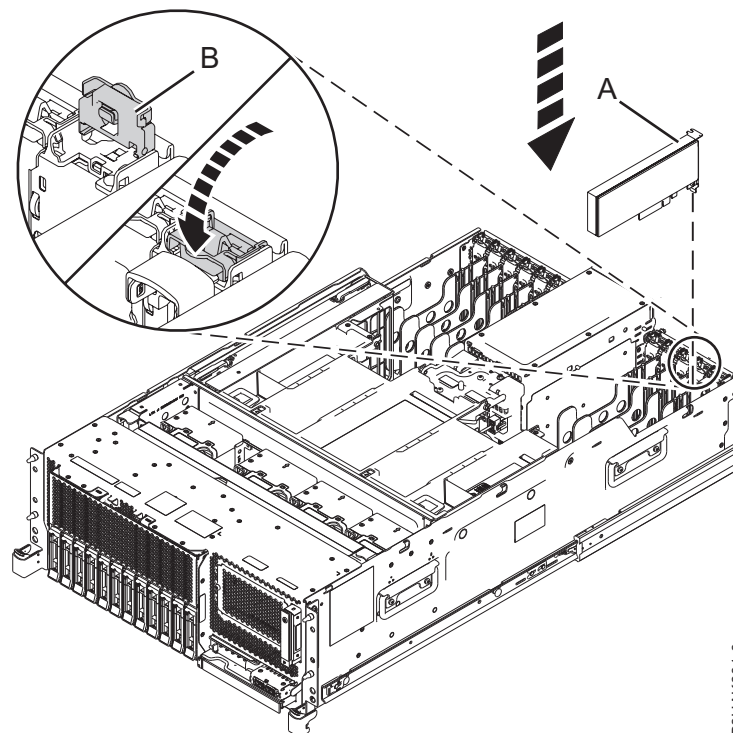
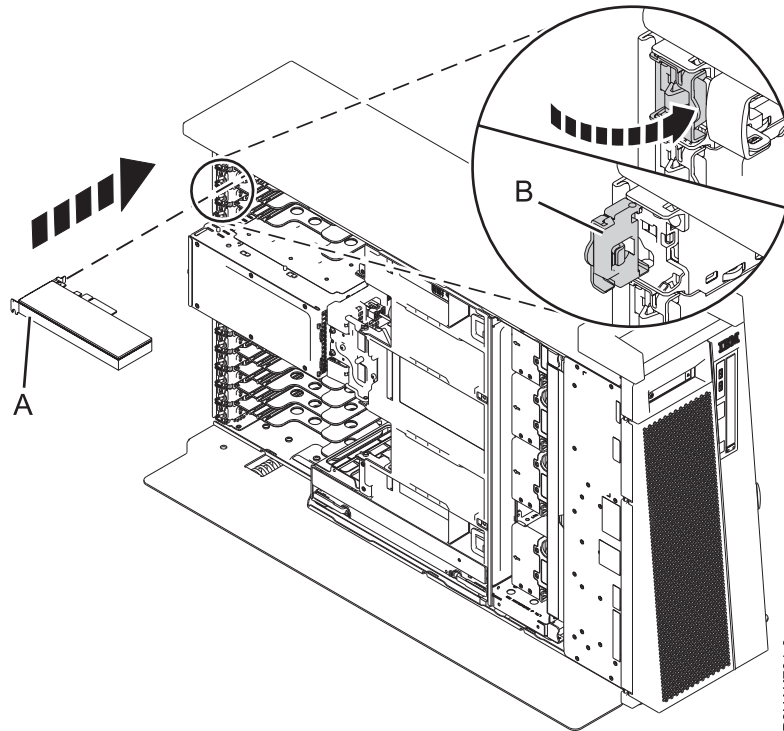

Abbildung 54. PCIe-Adapter in einem Einschubsystem installieren oder austauschen
Abbildung 55. PCIe-Adapter in einem eigenständiges System vom Typ 8286-41A installieren oder austauschen
7. Wenn die Adaptersicherung (**B**) des Zielsteckplatzes nicht bereits geöffnet ist, ziehen Sie die Adaptersicherung in die geöffnete Position, indem Sie sie von ihrem Clip an der Systemrückseite nach außen drehen - siehe Darstellung in Abb. 54 und Abb. 55 auf Seite 62.
8. Fassen Sie den Adapter vorsichtig an der Oberkante oder am Haltesteg an und richten Sie den Adapter an dem Steckplatz und dem zugehörigen Anschluss an der Systemrückwandplatine (**A**) aus, siehe Darstellung in Abb. 54 und Abb. 55 auf Seite 62.
10. Drehen Sie zum Verriegeln des Adapters im Steckplatz die Adaptersicherung (**B**) in die abgebildete Richtung in Abb. 54 und Abb. 55 auf Seite 62.